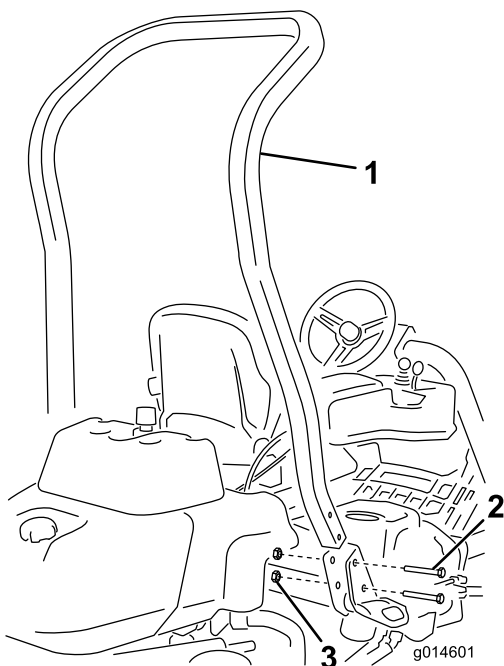

Figura 3
3. Instale a barra nas bolsas de cada lado da máquina, utilizando 4 parafusos (½ pol. x 3¾ pol.) e quatro porcas flangeadas (½ pol.) (Figura 3)